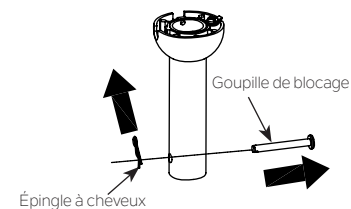

Fig. 8
Étape 3. Retirez l'épingle à cheveux et la goupille de blocage de l'ensemble de la tige descendante, conservez-les pour une utilisation ultérieure (Fig.8).